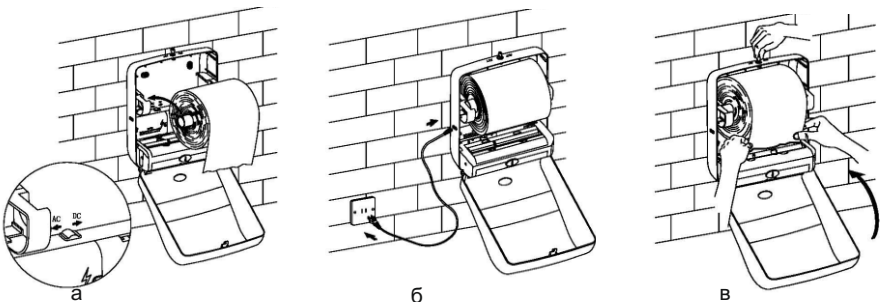

Рисунок 2
3. Поместите рулон бумаги на фиксирующую рамку диспенсера, переведите регулятор в положение АС (Рисунок 2а).
4. Вставьте штекер в диспенсер, подключите электрический шнур в розетку (Рисунок 2б).
5. Поместите бумагу листом по направлению к выпускному отверстию диспенсера. Устройство автоматически определит наличие бумаги и будет готово к использованию (Рисунок 2в).